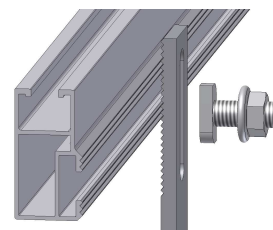

Abb.13.1: Trägerprofil-Montage
- Die vormontierte Befestigungsschraube (Verbindungselement DH-Profil M10) durch das Langloch des Dachhakens stecken. 90° verdrehen und in die Montagenuut des Trägerprofils TF50 einführen. Trägerprofil TF50 auf gewünschte Höhe mit dem Dachhaken verbinden und festziehen. (siehe Abb. 13.1)
- Mit dem obersten oder untersten Trägerprofil beginnen. Schrauben nach den Befestigungspunkten (Dachhaken) ausrichten und montieren. Siehe Abb. 13.1.